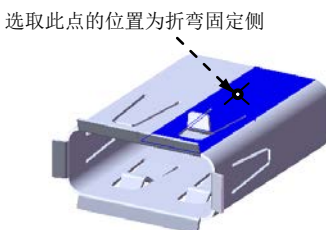

图 10.58 固定侧的位置
(3) 定义绘制的折弯参数。在图 10.58 所示的位置处单击，确定折弯固定侧；在 **折弯位置:** 选项选取“折弯在外”按钮 ，单击  按钮，并在其后文本框中输入角度值 45；取消 ☐ **使用默认半径(R)** 复选框，在  文本框中输入折弯半径值 1。